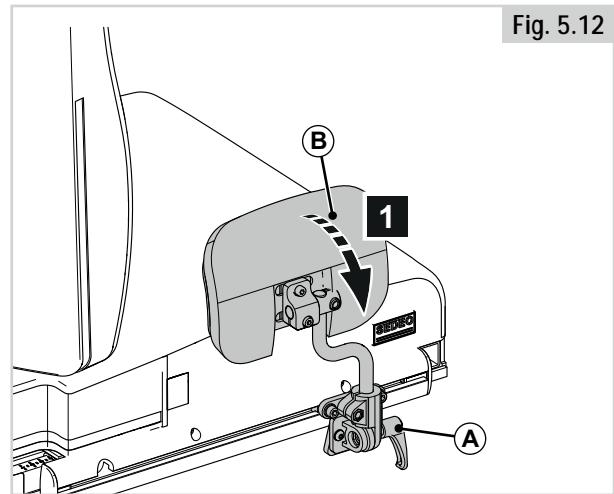

Fig. 5.12
5.7 Knæstøtte/Lårstøtte (Fig. 5.12)